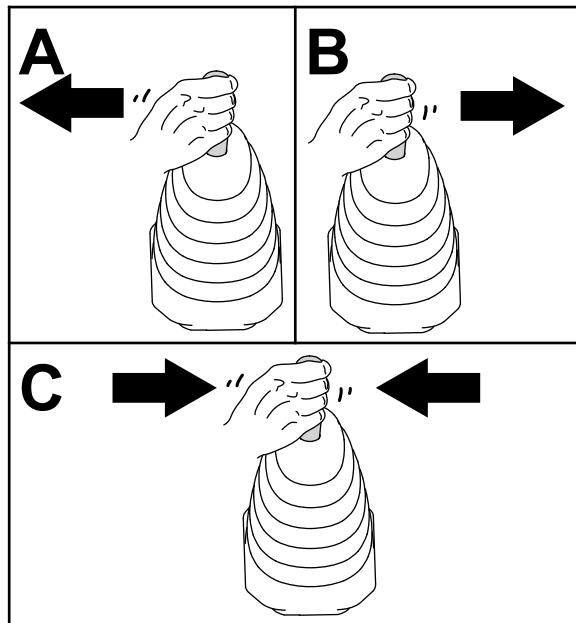

Рисунок 53
4. Переместите джойстик погрузчика влево, вправо, затем снова в НЕЙТРАЛЬНОЕ положение, чтобы сбросить давление в гидравлических соединителях (Рисунок 53).